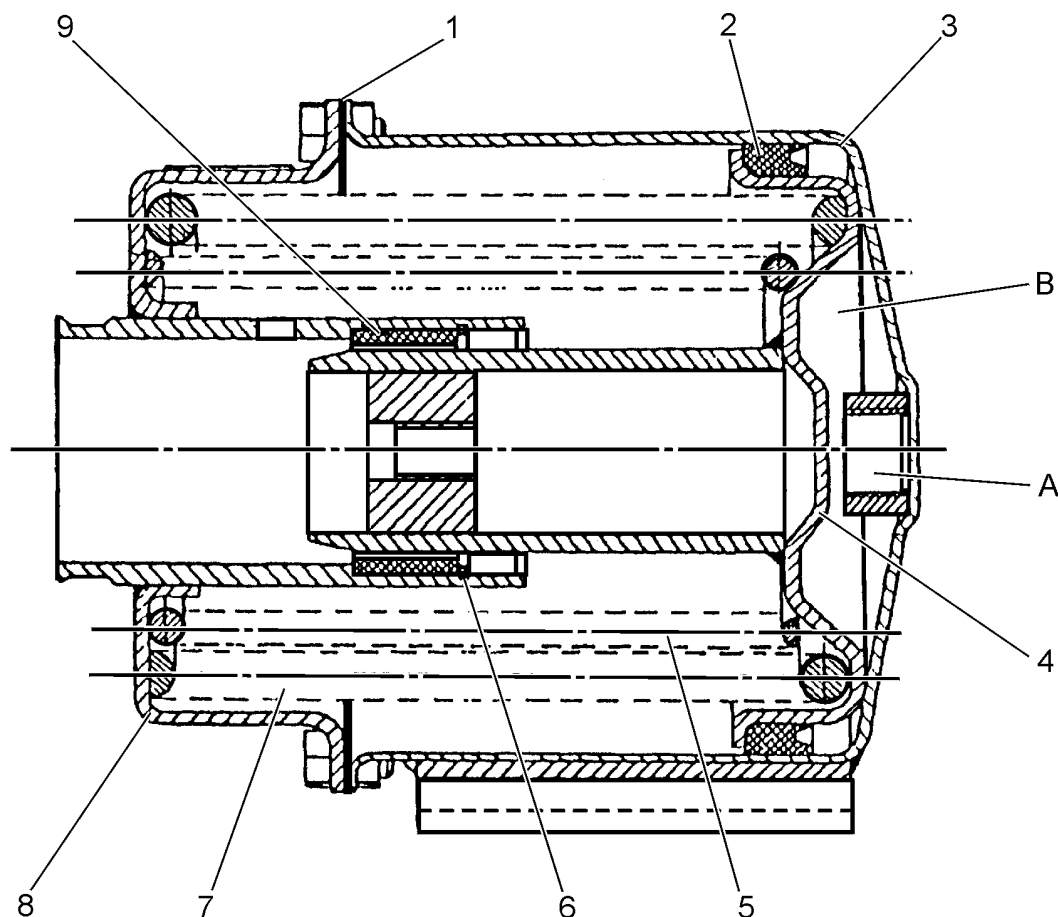

Рис. 4.18. Пневмоцилиндр стояночного тормоза (разрез)
Эффект торможения достигается за счет падения давления воздуха в пневмоприводе стояночного тормоза. Для того, чтобы растормозить машину частично, необходимо подать сжатый воздух под соответствующим давлением ($0.49 \div 0.55$ [МПа]) через штуцер («А», Рис. 4.18.) в полость «В».
В результате этого поршень (4) перемещается влево на расстояние, величина которого зависит от величины давления воздуха, подведенного в пневмоцилиндр. При перемещении поршень (4) сжимает пружины (5 и 7). Так как поршень (4) соединен тягой с рычагом (1, Рис. 4.3.) тормоза, нажимающего на нажимные пластины (5) и на фрикционные колодки (6), то при перемещении поршень (4, Рис. 4.18.) производит растормаживание тормозного диска (9, Рис. 4.3.). полное растормаживание наступит при давлении воздуха выше чем $0.49 \div 0.55$ [МПа].
При повторном включении стояночного тормоза сжатый воздух будет выпущен из полости «В» и за счет усилия сжатия пружины (5 и 7, Рис. 4.18.) передвинут поршень (4) в сторону штуцера «А». Поршень при перемещении воздействует на рычаг (1, рис. 4.3.), который прижимает фрикционные колодки (6) к тормозному диску (9), вследствие чего машина затормаживается.